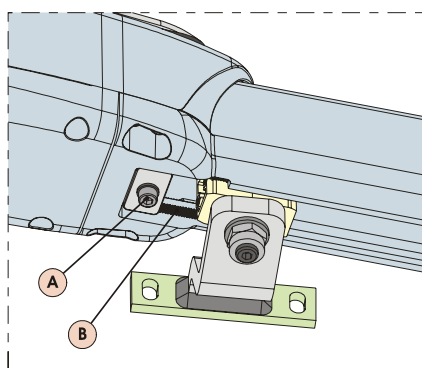

Рис. 17
- 3) Ослабьте фиксирующий винт, Рис.17, сноска А. Не извлекайте винт.
ВАЖНОЕ ПРИМЕЧАНИЕ: Механический упор работает совместно с секцией зубчатой передачи, Рис. 17 сноска В. При наличии каких-либо проблем при перемещении убедитесь в том, что сопряжение указанных узлов не содержит препятствий. НЕ ПРИЛАГАЙТЕ ИЗБЫТОЧНЫХ УСИЛИЙ.